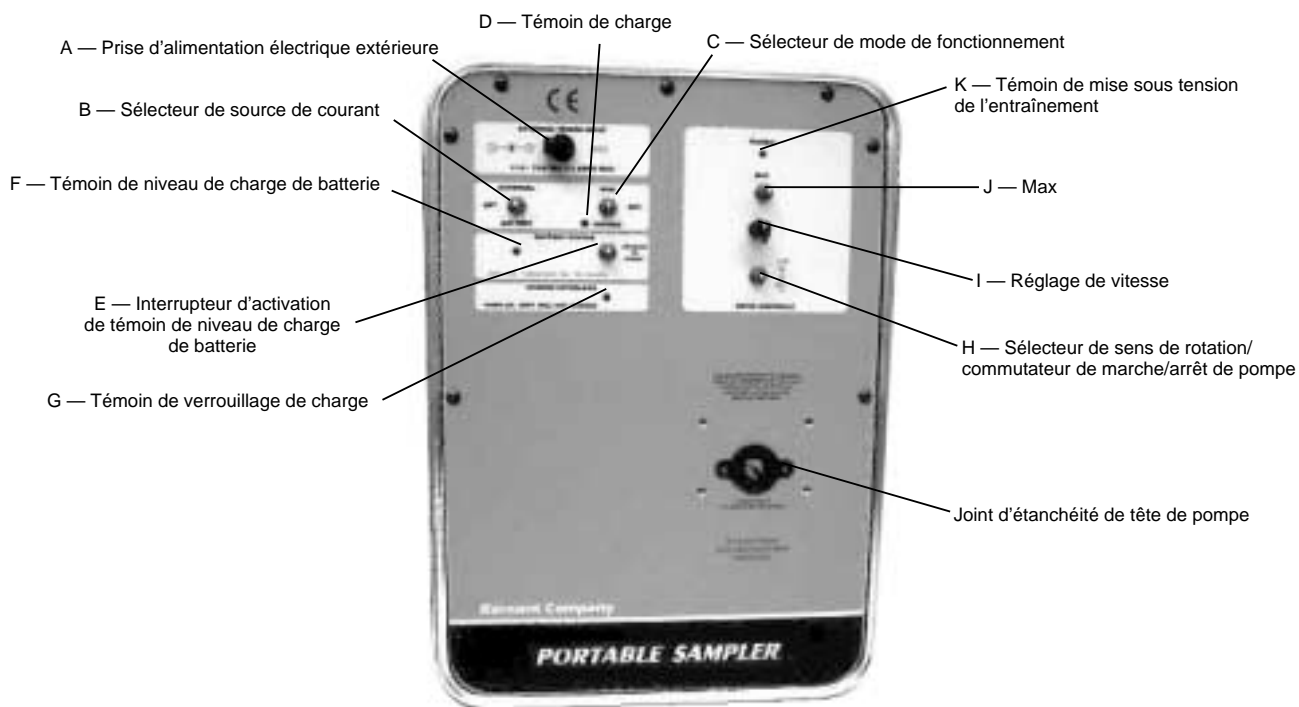

FIGURE 1 PANNEAU DE COMMANDE
- A. **Connecter le bloc d'alimentation/transformateur alternatif-continu à l'entraînement** en relevant le couvercle de la prise d'ALIMENTATION ÉLECTRIQUE EXTÉRIEURE (A) et enfoncer la fiche d'alimentation coaxiale de 2,5 mm dans la prise. (Voir Figure 1.)
- A. Placer le **sélecteur de source de courant (B) (EXTERNAL/BATTERY, alimentation extérieure/batterie)** dans la position « **BATTERY** ».
- B. Placer le **sélecteur de mode de fonctionnement (C) (RUN/CHARGE, marche/charge)** en position « **RUN** ».
- C. **Tourner le sélecteur de sens de rotation/commutateur de marche/arrêt de pompe (H)** dans le sens horaire ou antihoraire. (Voir Figure 1.) (Lors d'un changement de sens, commencer par mettre l'appareil hors tension en plaçant le sélecteur dans sa position centrale, qui est celle d'ARRÊT.)
- D. **Régler le débit de la pompe** à l'aide du potentiomètre à 1 tour de **réglage de vitesse (I)** en tournant celui-ci dans le sens horaire pour augmenter le débit ou dans le sens antihoraire pour le réduire.
- E. **Pour « amorcer le tube »**, basculer l'**interrupteur « MAX » (J)** vers le haut ou vers le bas pour faire tourner la pompe à la vitesse maximum.
- A. Placer le **sélecteur de source de courant (B) (EXTERNAL/BATTERY, alimentation extérieure/batterie)** dans la position « **EXTERNAL** ».
- B. **Raccorder le bloc d'alimentation/transformateur alternatif-continu au secteur.** Placer le **sélecteur de source de courant (B) (EXTERNAL/BATTERY, alimentation extérieure/batterie)** dans la position « **EXTERNAL** ».
- C. **Placer le sélecteur de mode de fonctionnement (C) (RUN/CHARGE, marche/charge)** en position « **RUN** ».
- D. **Tourner le sélecteur de sens de rotation/commutateur de marche/arrêt de pompe (H)** dans le sens horaire ou antihoraire. (Voir Figure 1.) (Lors d'un changement de sens, commencer par mettre l'appareil hors tension en plaçant le sélecteur dans sa position centrale, qui est celle d'ARRÊT.)
- E. **Régler le débit de la pompe** à l'aide du potentiomètre à 1 tour de **réglage de vitesse (I)** en tournant celui-ci dans le sens horaire pour augmenter le débit ou dans le sens antihoraire pour le réduire.
- F. **Pour « amorcer le tube », basculer l'interrupteur « MAX » (J)** vers le haut ou vers le bas et le maintenir dans cette position pour faire tourner la pompe à la vitesse maximum.